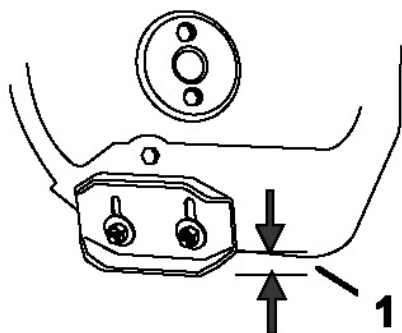

Рисунок 33.
2. Ослабьте гайки, которые крепят направляющие к бокам снегозаборника, чтобы направляющие свободно двигались вверх и вниз (рис. 33).